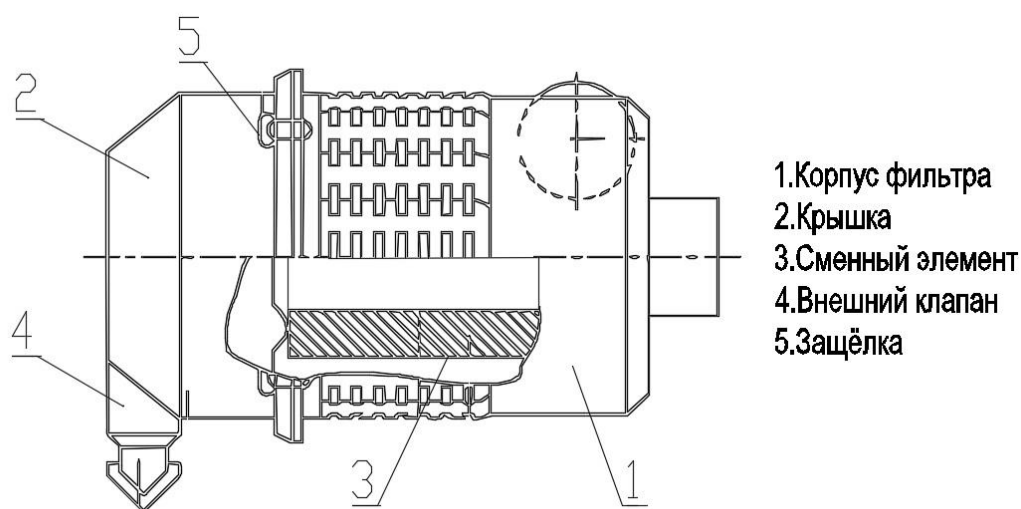

Рис. 6.5
1. Отщёлкните защёлки фильтра поз.5 Рис.6.5.
2. Снимите крышку поз.2 Рис.6.5. и выньте сменный элемент фильтра поз.3 Рис.6.5.